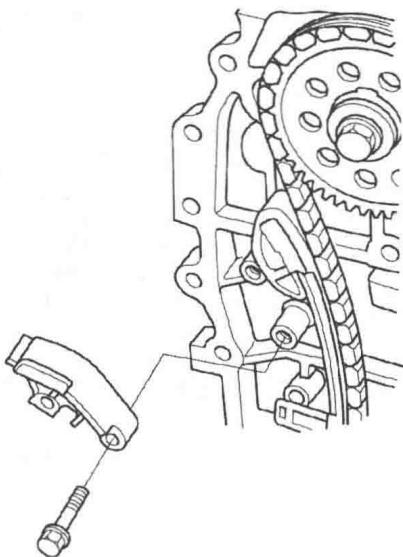

图 1-1-8
(16) 拆下凸轮链条张紧器滑块，如图 1-1-8 所示。
(8) 安装凸轮链条张紧器滑块，并松松地紧固螺栓，见图 1-1-8。